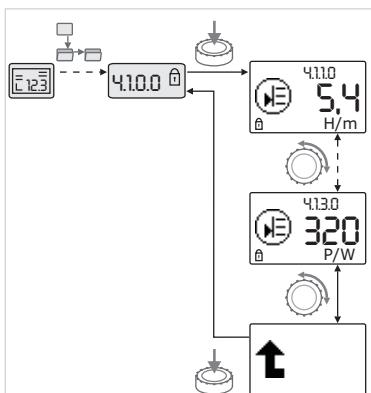

Fig. 46: Hente frem informasjon
- Ved å dreie på betjeningsknappen aktiveres menyelementer av typen "Informasjon" i den aktuelle undermenyen (se Fig. 46). For forklaringer til innstillingene som vises med symbolene, se tabellen i kapittel 8.7 "Referanse menyelementer" på side 37.